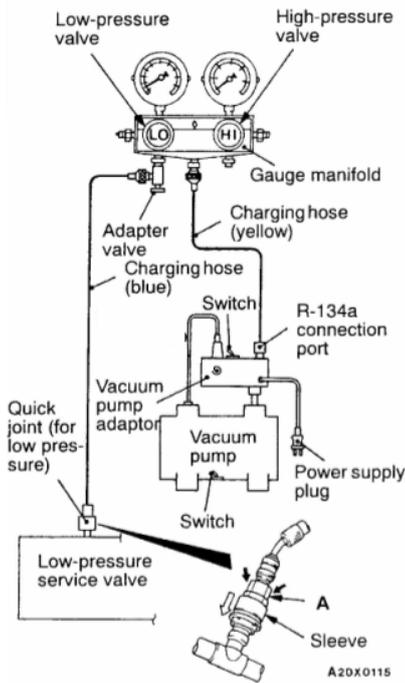

Fig. 18-2
**6. CHARGE OF REFRIGERANT (Fig.18-2、 18-3、 18-4、 18-5)**